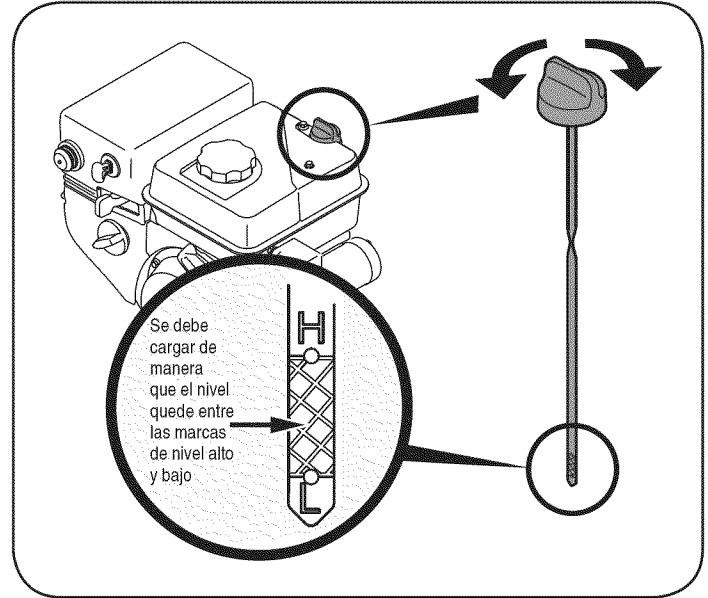

Figura 11
3. Saque el tapón / la varilla de medición de aceite. Si el nivel es bajo, agregue lentamente aceite hasta que el nivel registrado esté en un punto intermedio entre alto (H) y bajo (L). Vea la Figura 11.